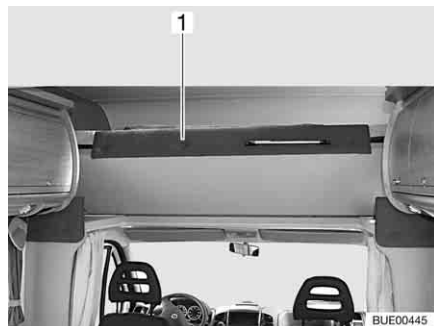

Bild 81 Alkovenbett, nach oben geklappt
- Alkovenbett (Bild 81,1) vorn nach oben klappen. Das Alkovenbett wird von Gasdruck-Federn in der oberen Stellung gehalten.